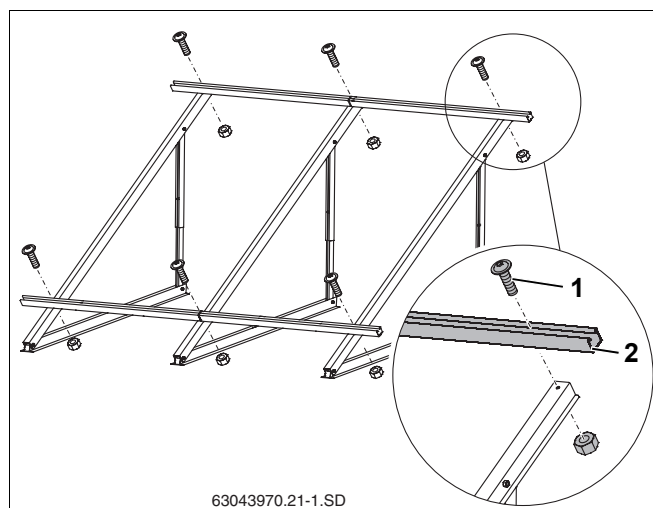

Рис. 34 Монтаж профильных реек (здесь: для 2 вертикальных коллекторов)
- Предварительно собранные профильные рейки (рис. 34, **поз. 2**) слегка закрепить винтами М8х20 (рис. 34, **поз. 1**) так, чтобы можно было их выровнять.